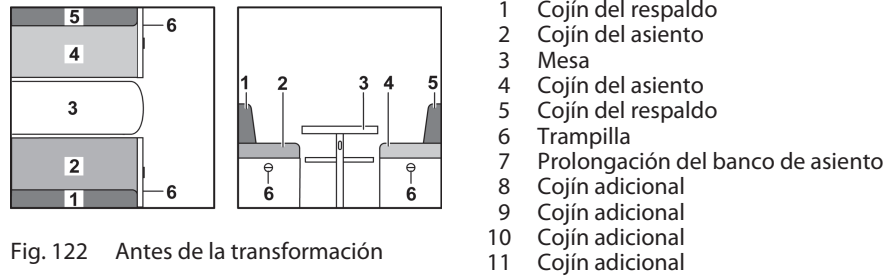

Fig. 122 Antes de la transformación
- Ampliar la mesa (Fig. 122,3) y transformarla en base de cama (véase apartado 7.8).
- Quitar el cojín del respaldo (Fig. 122,1) y ponerlo a un lado.
- Tirar del asidero y abrir la trampilla (Fig. 122,6).